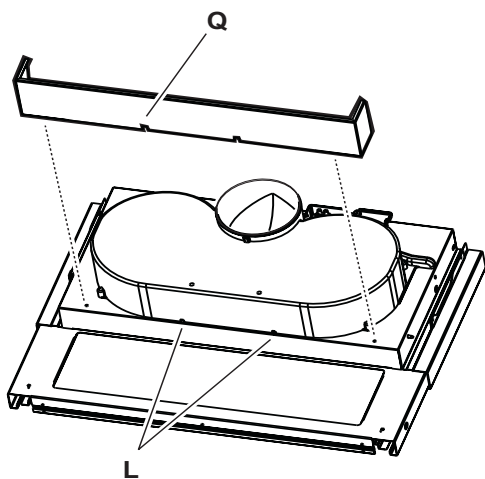

Fig. 3 - Abb. 3 - Afb. 3
3. Vom Innern der Haube aus die Abdeckblende **Q** (sofern mitgeliefert - Abb. 3 - die Laschen **L** auf dem Haubenkörper dienen der zusätzlichen Befestigung der Blende und müssen bei aufgesetzter Blende sichtbar sein) mit zwei Schrauben befestigen.
3. Fix the aesthetic mask **Q** from the inside of the cooker hood using two screws, (if supplied - Fig. 3 – the **L** tabs present on the body of the cooker hood serve as further fixing for the mask and should be visible once the mask has been fitted).